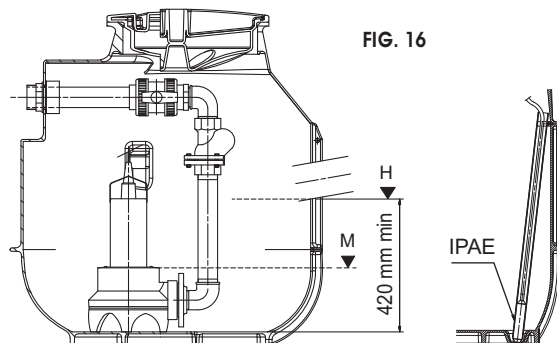

FIG. 16
- Nella scatola di comando, regolare i livelli di attivazione dell'IPAE. I valori minimi di regolazione possono essere i seguenti (per una IPAE piazzato in fondo al serbatoio ed il condotto d'arrivo degli effluenti piazzato come FIG. 16) :